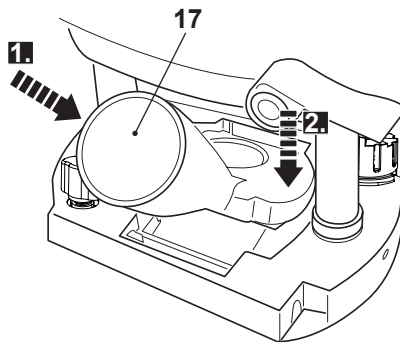

Fig. 11
- > Insira o adaptador de aspiração (17) na parte traseira do produto. Empurre o adaptador de aspiração (17) para a frente (Fig. 11, passo 1) e depois, para baixo até ouvir um som a comprovar que está encaixado. (Fig. 11, passo 2).
- > Empurre o adaptador de aspiração (17) para a frente e levante-o para retirá-lo do produto.